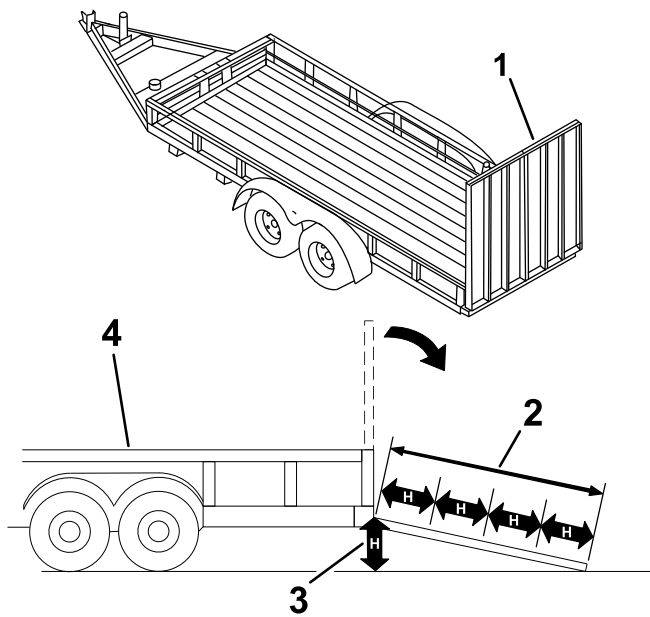

Figura 28
El cargar la máquina en un remolque o un camión aumenta la posibilidad de un vuelco y podría causar lesiones graves o la muerte (Figura 28).
3. Baje la rampa (Figura 28).